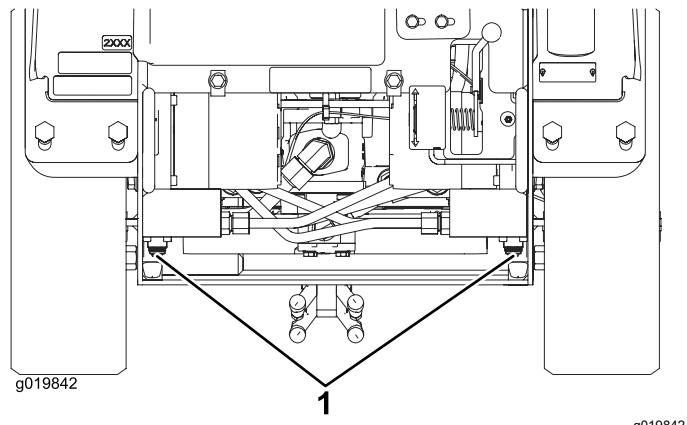

Figura 21
4. Con l'aiuto di una chiave, girate due volte in senso antiorario le valvole per il rimorchio situate sulle pompe idrauliche (Figura 21).